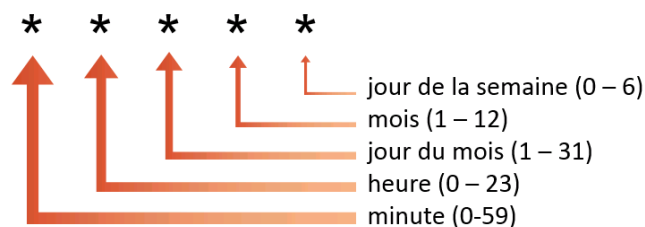

Figure 22 Format cron. Les jours de la semaine sont numérotés de dimanche (0) à samedi (6).
- Le format **cron** (Table 11, Figure 22), qui est le système Unix de planification de tâches périodiques.